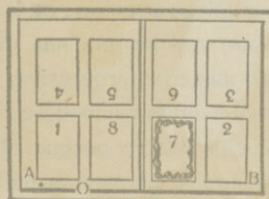

Fig. 2 Ejem. bueno
Cuando se cose el libro con la cubierta como ocurre a menudo, debe el operario hacer el punto de dentro a fuera, es decir, que el cabo quede en el interior del libro a fin de que no desluzca el exterior con excedencias de mal gusto (fig. 2.a). § La
Cuando se cosen el libro con la cubierta como *ovato* res a menudo, debe el operario hacer el punto de dentro a fuera, es decir, que el cabo quede en el interior del libro a fin de que no desluzca el exterior con el roce de las manos (fig. 2.ª). § La
Véase prácticamente en las figuras 1.a, 2.a, 3.a y 4.a que la (O) que se ve en todos los casados representa el operario que lanza las páginas y a su izquierda va la primera página con su estrellita que indica la asignatura del pliego. En la fig. 2.a el operario (O) está colocado entre A B que esta parte, siempre es entrada de pinzas, y es natural que en esta parte materialmente no se puede colocar el maquinista, pero lo hará mentalmente, pues uno al disponer las páginas, puede colocar la primera a la